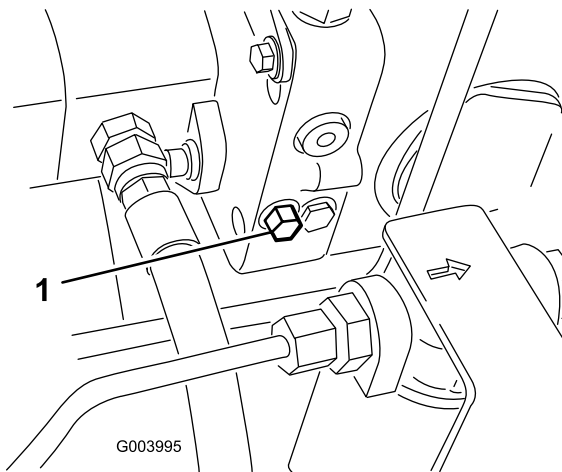

Bild 41
1. Dieses Sicherheitsventil befindet sich links am Hydrostat (Bild 41). Drehen Sie die Schraube um eineinhalb Umdrehungen, um das Ventil zu öffnen und Öl intern abzulenken. Weil das Öl abgelenkt wird, lässt sich die Maschine ohne Schäden am Getriebe langsam bewegen.